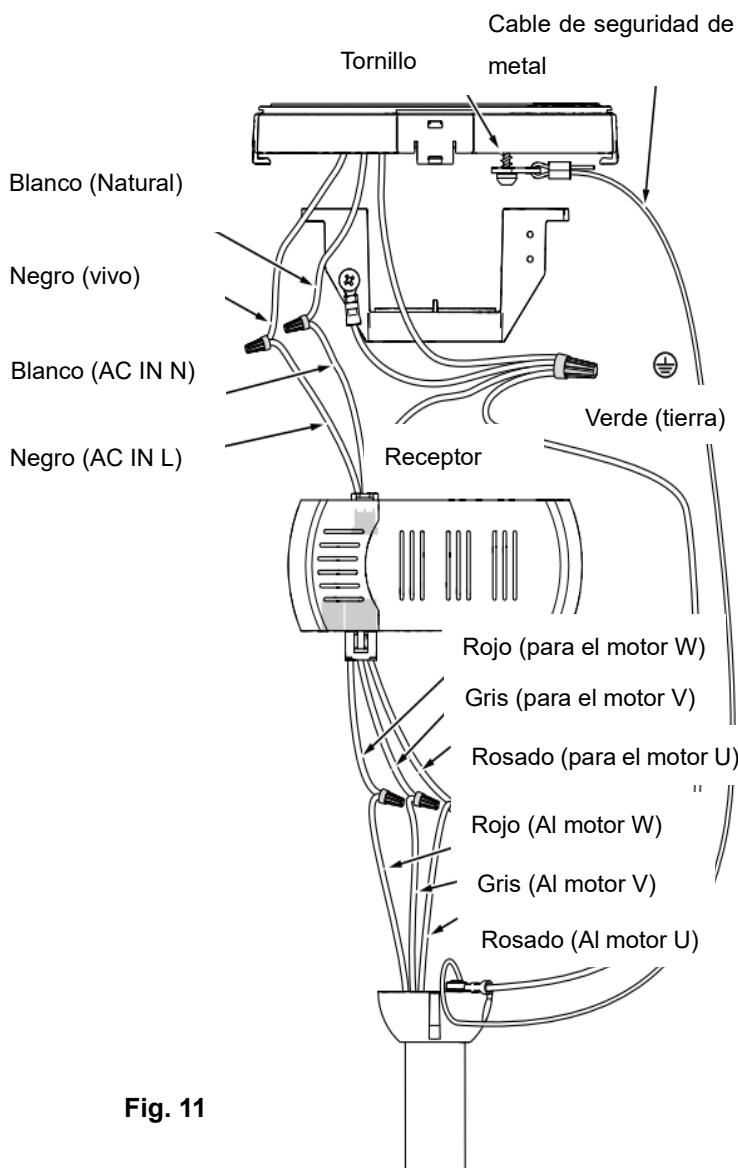
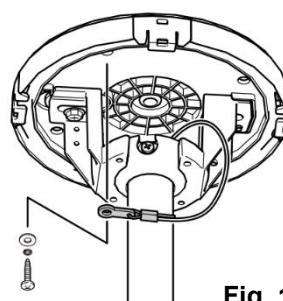

Fig. 11
Fig. 12
- Complete el cableado eléctrico según la sección de “DIAGRAMA DEL CABLEADO ELÉCTRICO” a continuación. (Fig.11)
2. Conecte el cable de alimentación vivo (negro) del techo al cable de entrada del receptor (negro, AC IN L) como se muestra en (Fig. 11)
7. Instale el cable de seguridad de metal en las vigas de la estructura de la casa usando los tornillos de máquina t la arandela plana suministrados. Asegúrese de que cuando el cable de seguridad esté totalmente extendido, los conductores sean más largos que el cable y que no estén tensos. (Fig. 11 y Fig.12)